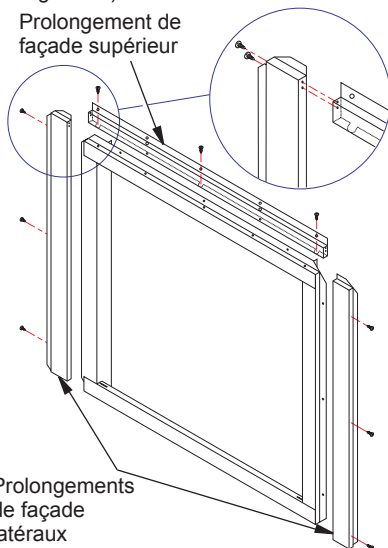

Figure 34 - Prolongement de façade
1. Enlevez les vis en place de l'assemblage de la façade comme le montre la figure 34.
2. Alignez les trous pratiqués dans le prolongement de façade supérieur avec les trous dans le côté supérieur de l'assemblage de la façade, puis fixez avec les vis précédemment enlevées (voir figure 34).
3. Alignez les trous pratiqués dans le prolongement de façade droit avec les trous dans le côté droit de l'assemblage de la façade, puis fixez avec les vis précédemment enlevées (voir figure 34). Faites la même opération du côté gauche.
4. Fixez le prolongement de façade supérieur et les prolongements des faces gauche et droite avec deux vis à tôle (voir figure 34).